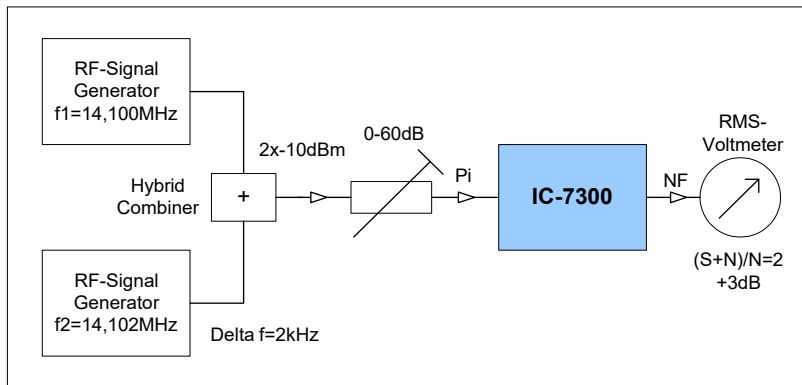

Bild 6: Testaufbau für IND3-Messung
Zur Bestimmung der IMD3-Festigkeit, verwendet man standardmäßig ein HF 2-Ton Signal (**Bild 6**) (2). Zwei gleich große HF-Signale, die in geringem Frequenzabstand zueinander stehen ($f_1=14,100\text{MHz}$, $f_2= 14,102\text{MHz}$) werden auf den HF-Eingang des Empfängers gegeben und deren Pegel so weit erhöht, bis die unerwünschten IMD₃-Störungen bei $2 \times f_1-f_2$ und $2 \times f_2-f_1$ gleich groß ist wie das Grundrauschen, also um genau 3dB über dem Grundrauschen liegen. Die Differenz zwischen Eingangspegel (Pi) und Grundrauschen (MDS) ergibt dann den IMD-freien Dynamikumfang (DR_3) des Empfängers. Diesen Wert bezeichnet man auch als IFSS (Interference Free Signal Strength).